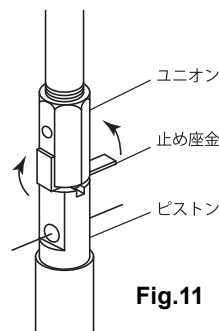

Fig.11
- 11) ピストンの中にボールを入れ、ユニオンにスプリングを挿入し止め座金を介して接続します。この際、止め座金の出っ張り部分がピストンの溝に落ち着かせて2片の突起がユニオンの六角の対辺に来るようにし、ネジを回しながらユニオンをねじ込み、スパナで確実に締め付けてください。その後、座金の突起をユニオン側に折り曲げることで、緩み止めとなります。(Fig.11)